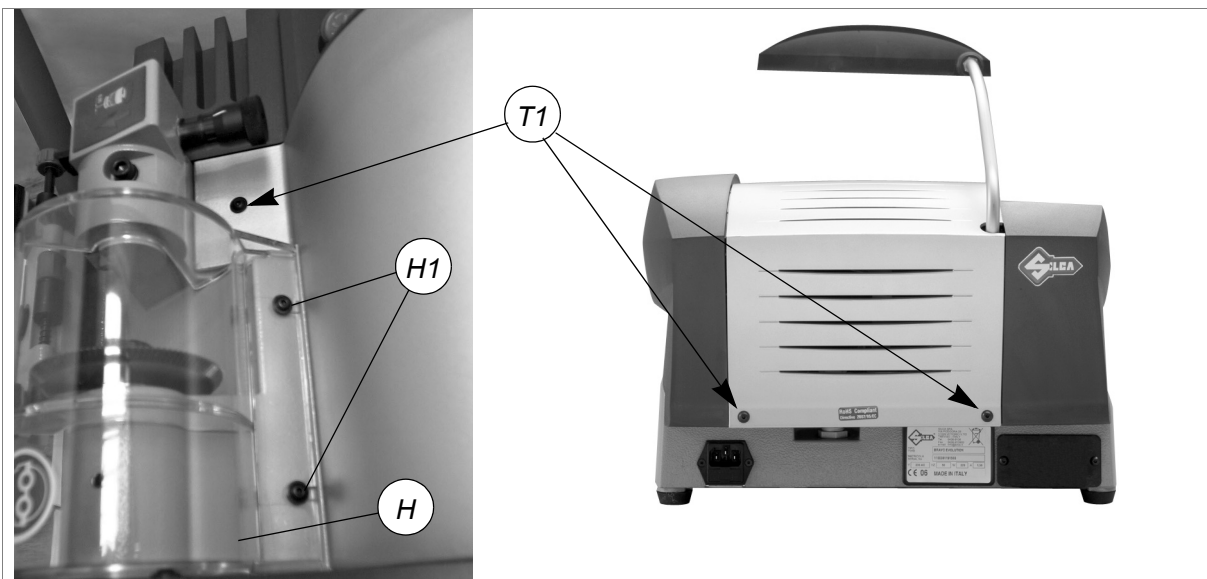

Fig. 36
- 2) Draai de 2 schroeven (H1) van het freescarter (H) los en verwijder het carter (fig.36).
- 3) Draai de 3 schroeven (T1) van het centrale carter (fig.36), los en verschuif het carter lichtjes schuin naar boven voor verwijdering.
- 2) Draai de 2 schroeven (H1) van het freescarter (H) los en verwijder het carter (fig.36, pag.25).
- 7) Plaats het centrale carter terug en bevestig hem met de 3 schroeven (T1) (fig.36, pag.25).
- 5) Draai de 2 schroeven (H1) van het freescarter (H) los en verwijder het carter (fig.36, pag.25).
- 6) Draai de 3 schroeven (T1) van het centrale carter los en verschuif het carter lichtjes schuin naar boven voor verwijdering (fig.36, pag.25).
- 17) Plaats het centrale carter terug en bevestig hem met de 3 schroeven (T1) (fig.36, pag.25).
- 18) Plaats het freescarter terug en bevestig hem met de 2 schroeven (H1) (fig.36).